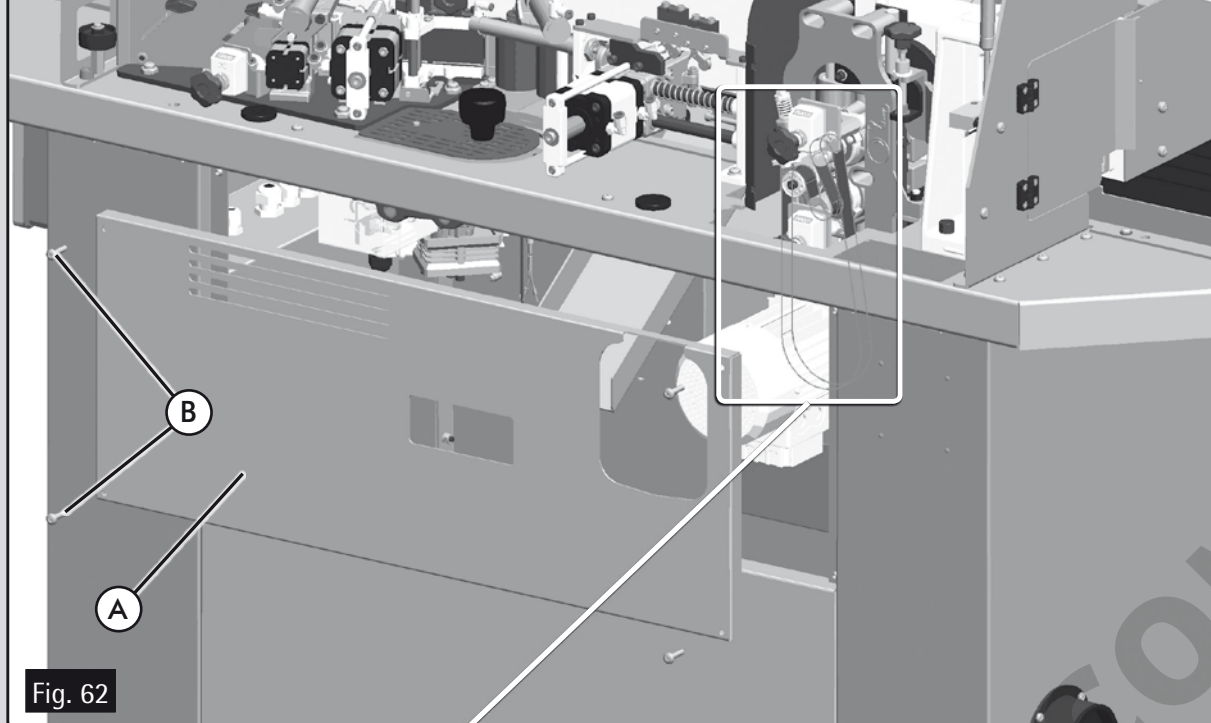
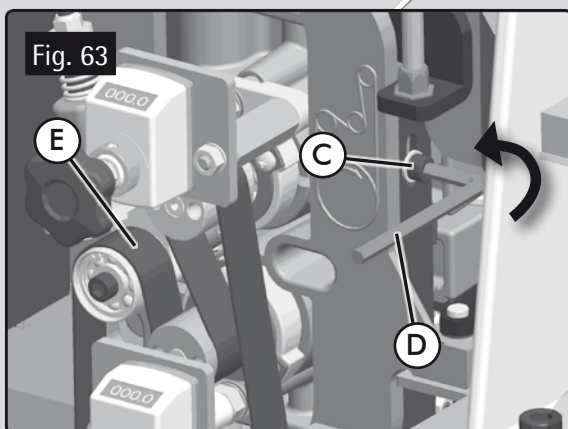

Fig. 62
Fig. 63
- Déposer le capot arrière (A Fig. 62), en enlevant les vis B. Desserrer la vis (C Fig. 63) à l'aide de la clé D, pour détendre la courroie (E Fig. 63).
Après avoir vérifié la mesure de cet espace, fixer à nouveau la vis (C Fig. 63).